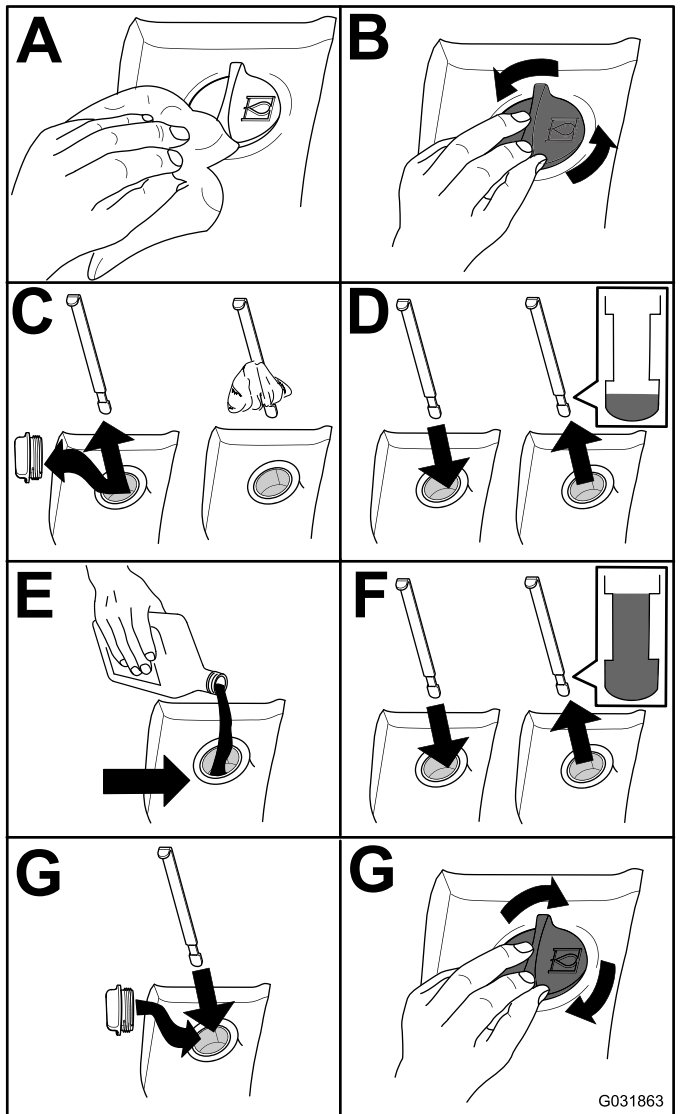

Bild 99
2. Prüfen Sie den Stand des Hydrauliköls (**Bild 99**).